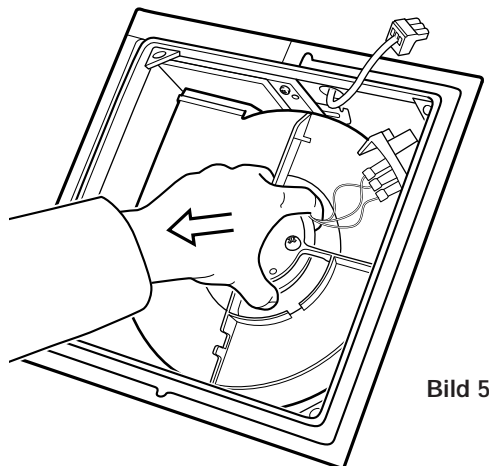

Bild 5
- Zur Kontrolle, ob alle 4 Nasen eingerastet sind, den Lüfter kurz nach außen ziehen (Bild 5).